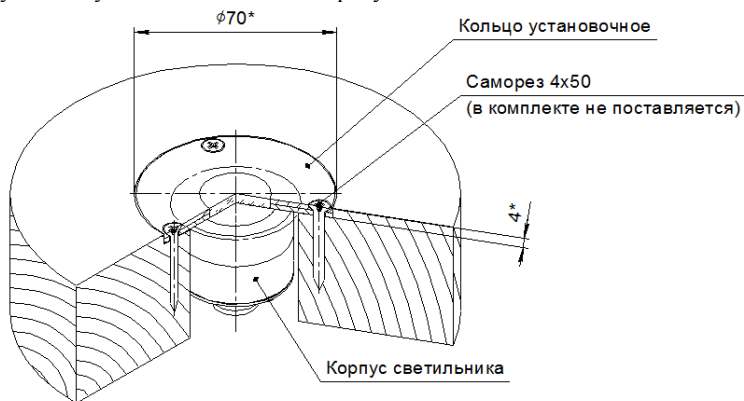

Рисунок 4
5.4 Светильники закрепить в заранее подготовленных отверстиях в полу. Схема установки светильника рисунок 4.